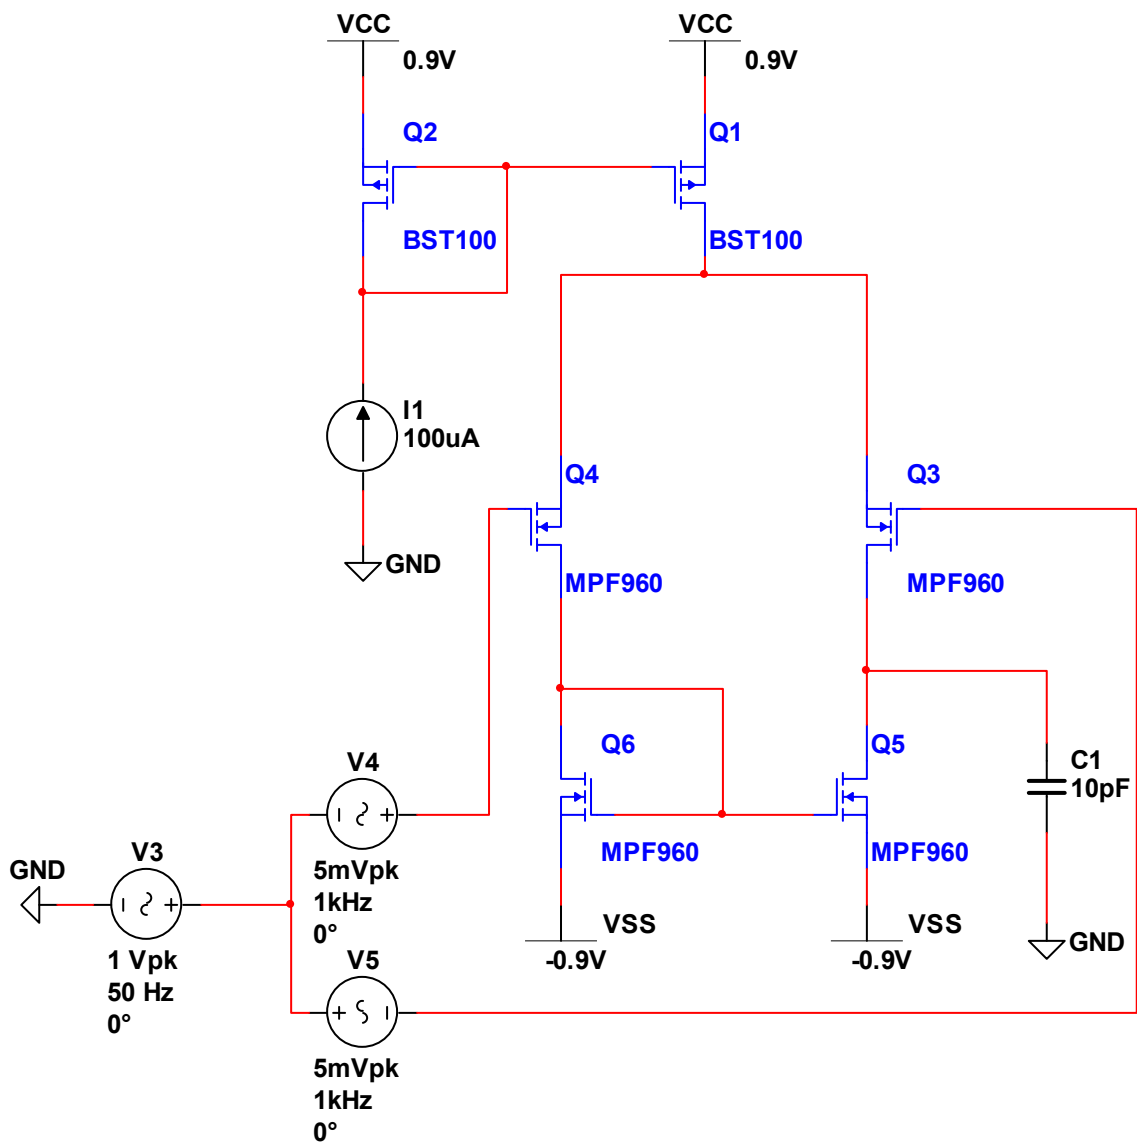

рис. 4.2.1
1. Собрать схему дифференциального усилителя (рис. 4.2.1) и установить значения элементов в соответствии с номером варианта (табл. 4.2.2). Включить на входе схемы источник синусоидального сигнала (Компонент AC_VOLTAGE из Group: Sources, Family: SIGNAL_VOLTAGE_SOURCES). Установить атрибуты источника (рис. 2.1.3).